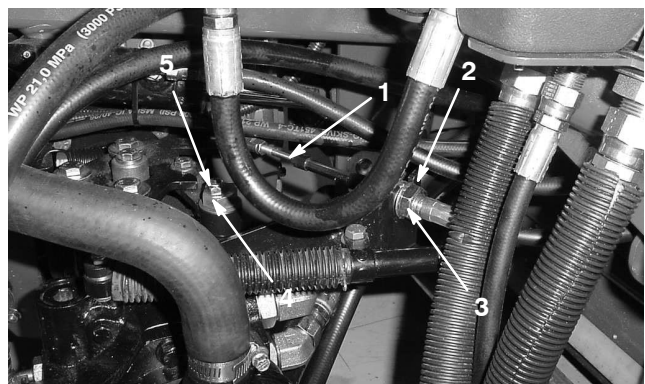

Bild 51
- A. Lösen Sie beide Klemmmuttern, mit denen der Fahrtriebs-Bowdenzug an der Trennwand am Hydrostat befestigt ist (Bild 51). Achten Sie darauf, dass die Klemmmuttern gleichmäßig gelockert sind und eine ausreichende Einstellung ermöglichen.
Hinweis: Lösen Sie die Mutter, mit der der Exzenter oben am Hydrostat befestigt ist (Bild 51).
- C. Drehen Sie den Exzenter, bis kein Kriechen in jeder Richtung auftritt. Ziehen Sie, wenn sich das Rad nicht mehr dreht, die Schraube fest, um den Exzenter und die Einstellung zu arretieren (Bild 51). Überprüfen Sie die Einstellung mit dem Gasbedienungshebel auf „Langsam“ und auf „Schnell“.
- D. Ziehen Sie die Sicherungsmuttern, mit denen der Bowdenzug an der Trennwand befestigt ist, **gleichmäßig** von der Innenseite der Trennwand fest (Bild 51). Verdrehen Sie nicht den Bowdenzug.